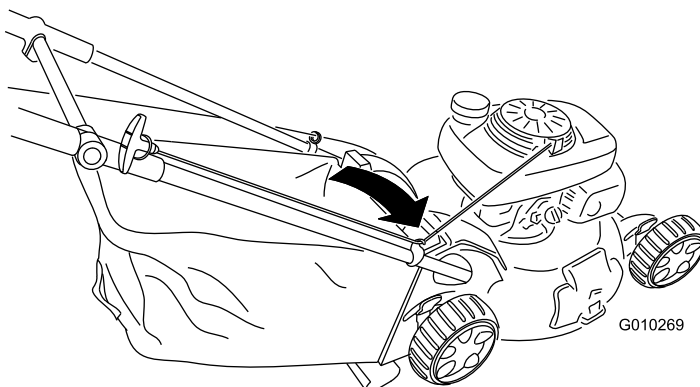

Figura 29
1. Pase la cuerda de arranque alrededor de la guía de cuerda inferior (Figura 29).